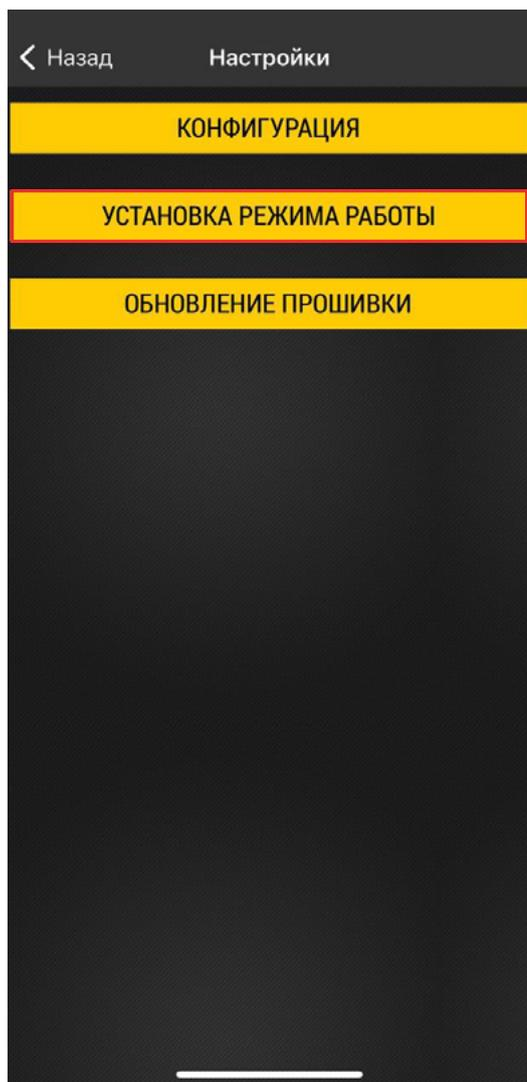
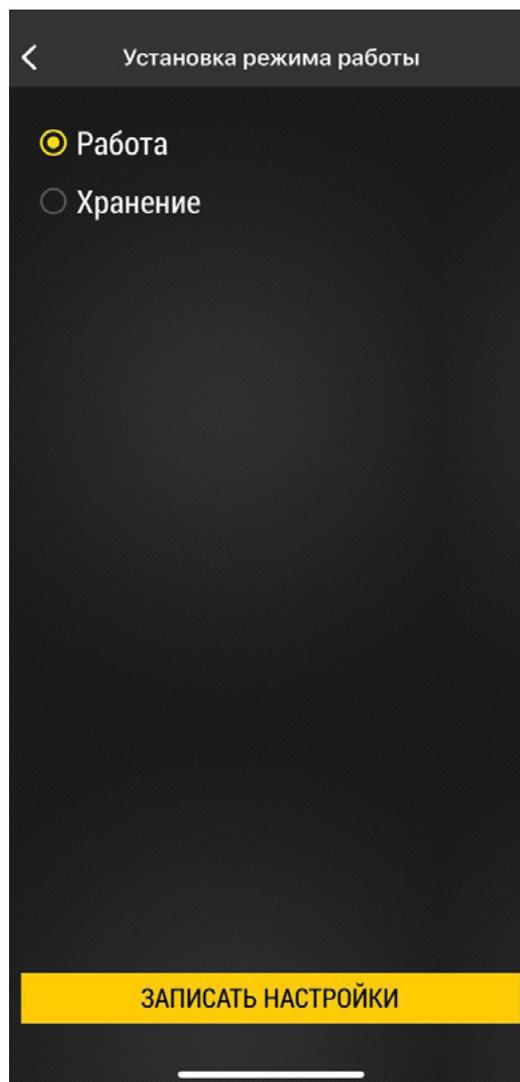

Рис.13. Установка режима работы.
Рис.14. Выбор режима «Работа».
- После завершения процедуры настройки нажмите «Установка режима работы» (**Рис.13**) в меню «Настройка». Затем выберите режим «Работа» и нажмите «Записать настройки» (**Рис.14**).